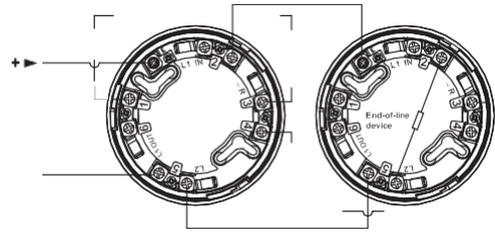
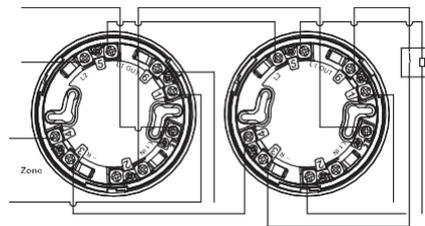

Рис. 1 - 2-проводное подключение
Рис. 2 – 4 проводное подключение
2. Подключите проводники к клеммам баз. Схема подключения изображена на Рис. 1 для 2-проводного подключения и Рис. 2 для 4 проводного подключения.